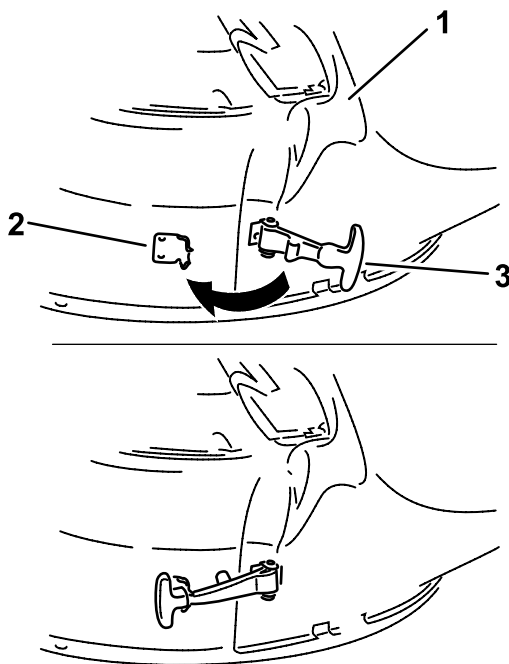

Figure 23
7. Accrochez le verrou flexible de la goulotte à la gâche de retenue qui est soudée sur le plateau de coupe (Figure 23).